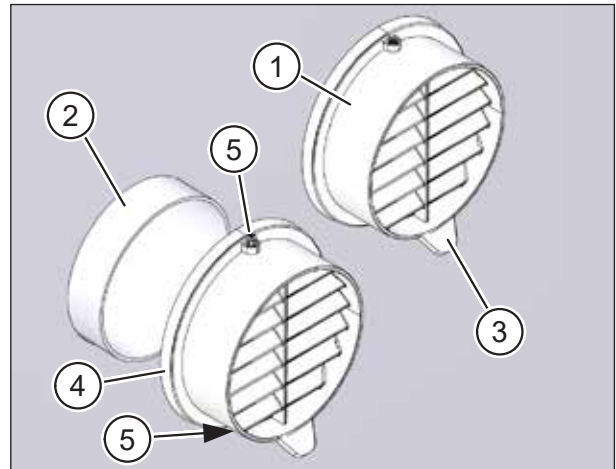

Abb. 22: Fassadenabschlüsse anbringen
- ▶ Setzen Sie die Fassadenabschlüsse (Pos. 1 in Abb. 22) vorsichtig auf die Lüftungsrohre (Pos. 2 in Abb. 22) auf. Achten Sie darauf, dass die Dichtungen nicht beschädigt werden.
- ▶ Richten Sie die Tropfnasen (Pos. 3 in Abb. 22) nach unten aus.
- ▶ Drücken Sie jeweils den Fassadenabschluss gegen die Fassade, sodass der Kunststoffring (Pos. 4 in Abb. 22) plan an der Fassade anliegt, und halten Sie den Fassadenabschluss in dieser Position.
- ▶ Drehen Sie vorsichtig die obere und untere Torx-Schraube (Pos. 5 in Abb. 22) bis zum Anschlag ein. Diese schneiden sich in die Lüftungsrohre und fixieren so den Fassadenabschluss.